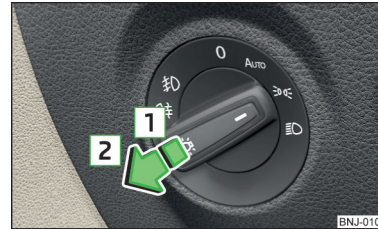

Abb. 50
- Den Lichtschalter in Stellung \Rightarrow , **AUTO** oder \Rightarrow » Abb. 50 drehen.
- Den Lichtschalter in Stellung \Rightarrow bzw. **AUTO** oder \Rightarrow » Abb. 50 drehen.